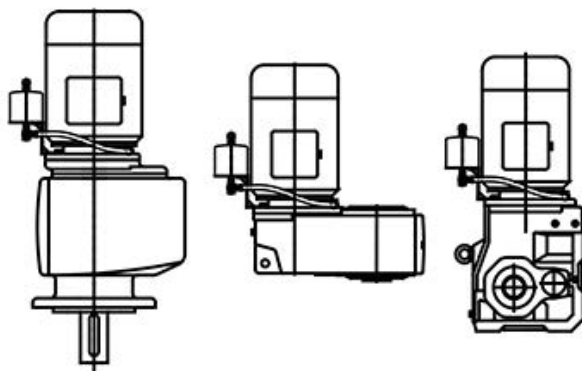

Bild 18: Oljeexpansionskärlets position
Oljeexpansionskärlet måste monteras lodrätt med anslutningsledningen nedåt och avluftningsskruven uppåt. Behållaren ska monteras så högt upp som möjligt. Förslag på oljeexpansionskärlets placering finns i Bild 18. Observera att det inte är möjligt att montera ett oljeexpansionskärlet i position 2 på utförandet M4.
2. Montera oljeexpansionskärlet så som visas på Bild 18. Rikta samtidigt in det parallellt till motoraxeln.